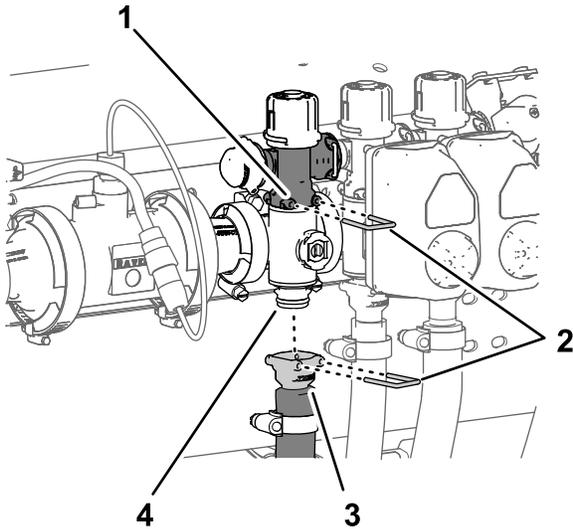

図 112
1. ブームバイパスバルブ用のクイックコネクカップラをブームマニホールドバルブに固定しているクイックコネクピンを外す 図 112。
2. ブーム給液ホース用のクイックコネクカップラをブームマニホールドバルブのクイックコネクフィッティング用のマニホールドに固定しているクイックコネクピンを外す 図 112。